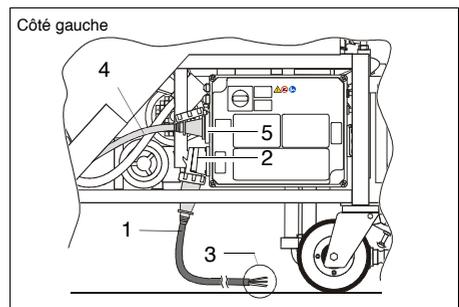

FIG.25 (Connexion électrique)
- 1) Brancher la fiche au câble de alimentation électrique (FIG. 25 - Réf. 3);
- 2) Brancher la prise du câble de alimentation électrique (FIG. 25 - Réf. 1) à la fiche placée sur le panneau électrique (FIG. 25 - Réf. 2).
Brancher la fiche du câble de alimentation électrique (FIG. 25 - Réf. 4) à la prise placée sur le panneau électrique marquée par le symbole (FIG. 25 - Réf. 5).